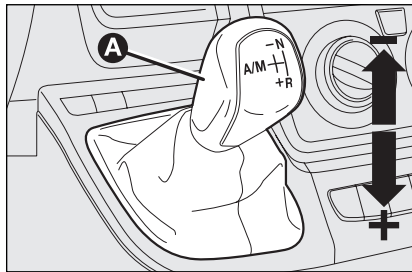
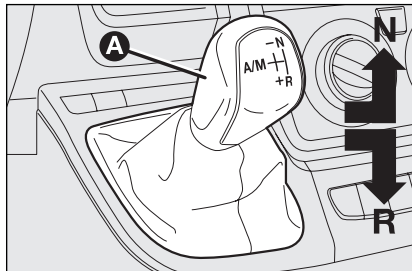
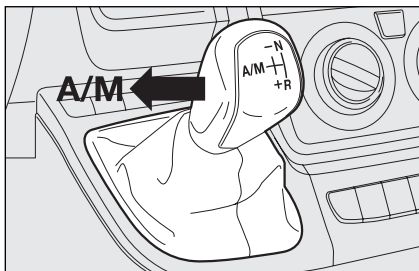
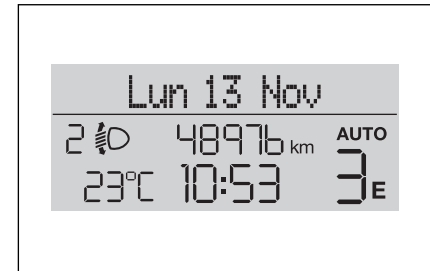

fig. 1
fig. 2
fig. 3
fig. 5
De transmissie bestaat uit een normale mechanische versnellingsbak met versnellingspook **A-fig. 1**, waaraan een elektronisch geregeld elektrohydraulisch systeem is toegevoegd. Dit systeem bedient automatisch de koppeling en regelt het overschakelen.
- Druk de versnellingspook naar + (hogere versnelling) **fig. 1** om de eerste versnelling in te schakelen (vanuit stand **N** of **R** kunt u de pook in de middelste stand plaatsen) of in **R fig. 2** om de achteruit in te schakelen.
- Druk tijdens het rijden, de versnellingspook naar (+) **fig. 1** om op te schakelen of naar (-) **fig. 1** om terug te schakelen.
- Druk de versnellingspook naar **A/M** **fig. 3** voor het inschakelen van de automatische werking; druk de versnellingspook naar **+** (hogere versnelling) **fig. 1** om de eerste versnelling in te schakelen (vanuit stand **N** of **R** kunt u de pook in de middelste stand plaatsen) of in **R** **fig. 2** om de achteruit in te schakelen.
De “multistabiele” versnellingspook **A-fig. 1** op de tunnelconsole heeft drie vergrendelde en drie onvergrendelde standen.
De drie vergrendelde standen zijn de standen die overeenkomen met de vrijstand **N-fig. 2**, de achteruit **R-fig. 2** en de middelste stand tussen de onvergrendelde standen (**-**) en (**+**) **fig. 1**.
Bij de onvergrendelde standen keert de pook direct na het loslaten terug in de middenstand. Dit zijn de standen voor het opschakelen (**+**), het terugschakelen (**-**) en de automatische werking (**A/M**) **fig. 3**.
druk de pook in stand (+) **fig. 1** om op te schakelen;
druk de pook in stand (-) **fig. 1** om terug te schakelen;
Voor het in-/uitschakelen van de automatische werking (**AUTO**) moet de pook in stand **A/M fig. 3** worden gezet; de inschakeling wordt bevestigd door de weergave van het opschrift **AUTO fig. 5** en de ingeschakelde versnelling op het display.
- als de pook in stand (N) of (R) stond, moet deze in de middelste stand gezet worden;
- als de pook al in de middelste stand stond, moet deze naar stand + (hogere versnelling) fig. 1 worden gedrukt;
- als de pook in stand (N) of (R) fig. 2 stond, moet deze in de middelste stand worden gezet en vervolgens naar stand + (hogere versnelling) fig. 1 worden gedrukt;
- als de pook al in de middelste stand stond, moet deze 2 maal naar stand + (hogere versnelling) fig. 1 worden gedrukt;
- BELANGRIJK** Als de auto rijdt, dan wordt de achteruit ingeschakeld als binnen 1,5 seconde na de schakelopdracht, de snelheid van de auto lager is dan 3 km/h: als de schakelopdracht niet wordt uitgevoerd, blijft de reeds ingeschakelde versnelling ingeschakeld; als de snelheid van de auto onder 10 km/h komt, wordt de versnellingsbak in de vrijstand (N) gezet en moet de handeling herhaald worden.
- zet de pook in stand (R) fig. 2;